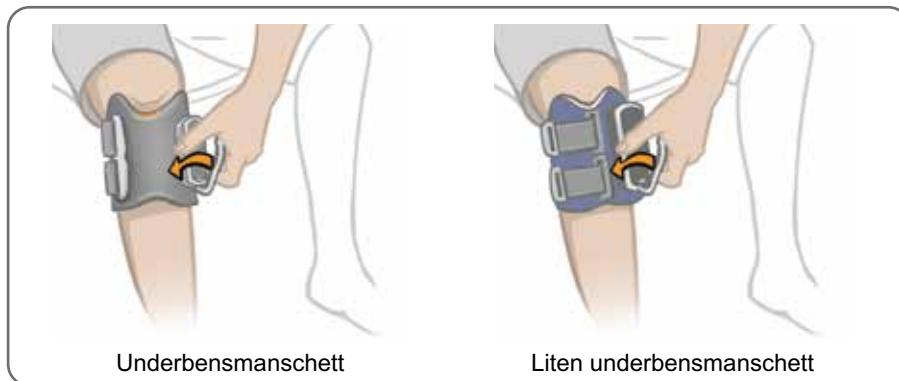

Bild 6-13: Fästa underbensmanschettens rem
4. Fatta tag i handtaget på underbensmanschettens rem. Se bild 6-13. Håll tummen på manschetthållaren och fäst remhandtaget runt hållaren. Om du använder den lilla storleken av underbensmanschetten kan du behöva använda den andra handen för att stabilisera manschetten runt benet.